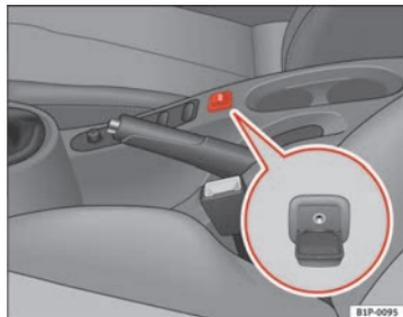

Fig. 102 Connettore per l'ingresso audio ausiliare
- Alzare il coperchio AUX ⇒ fig. 102.